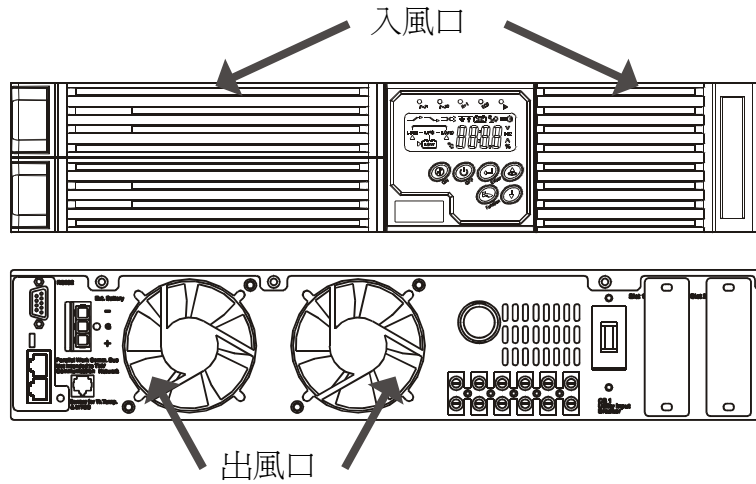

Fig. 10-2
10.2.2.1.2 RT 型式 UPS 的進風口在面板正前方，出風口在背板，如 Fig. 10-2 所示